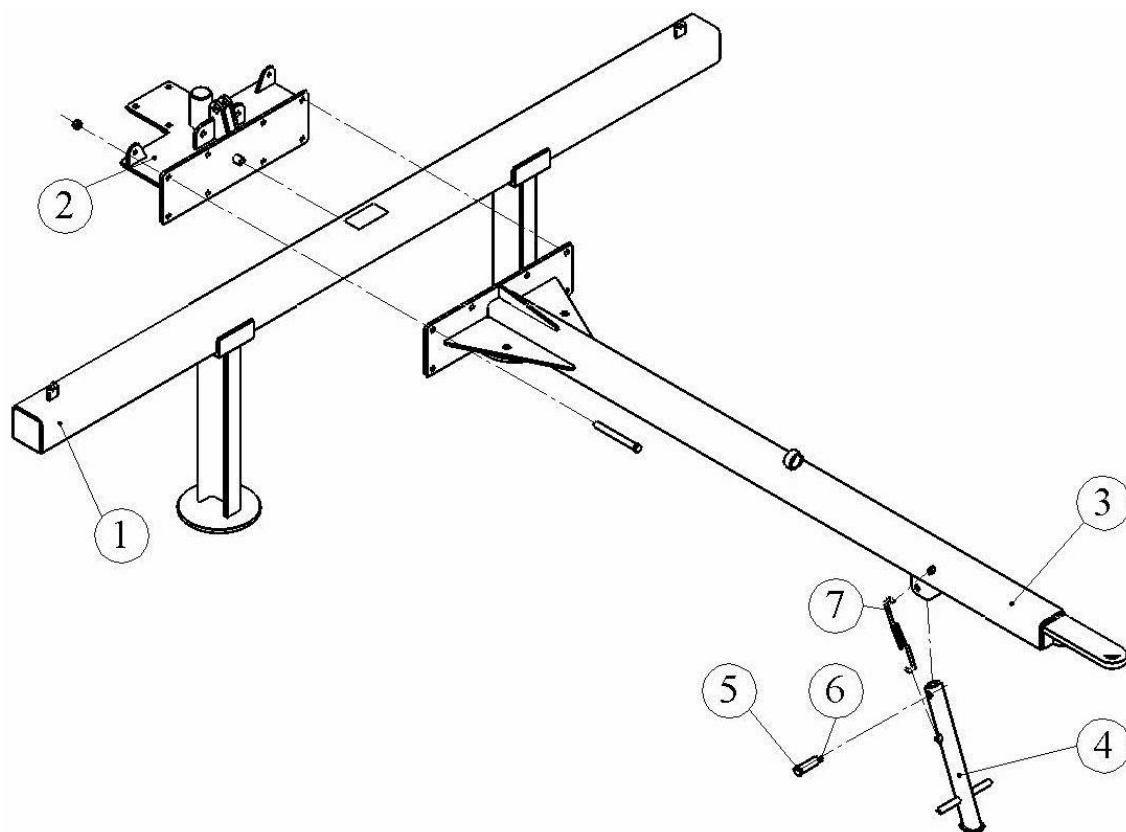

Рис. 4.1.1. Сборка основной балки ГПП-6
4.1.1. Установите балку (1) на опоры высотой примерно 450-500 мм (см. рис. 4.1.1) таким образом, чтобы установочные отверстия были сзади. Расстояние от края балки до опоры 600-650 мм (для удобства дальнейшей сборки).
3. Присоединить грабли к трактору и закрепить страховочную цепь на дышле за трактор. Поднять и закрепить опору (поз. 4, рис. 4.1.1) в транспортном положении.